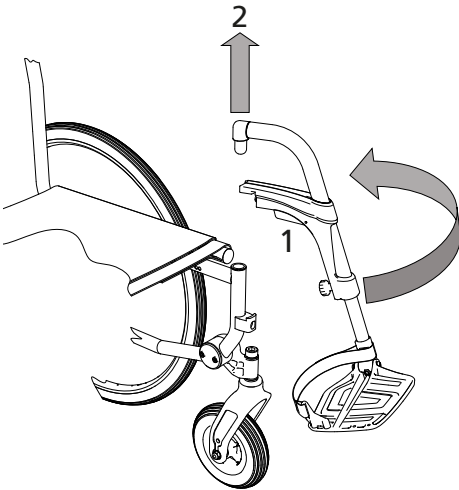

bild 20
1. Tryck in låsningen (röd/orange, pos. 1 i bild 20) och fäll benstödet utåt.
2. Nu kan du dra loss benstödet uppåt (pil 2 i bild 20).